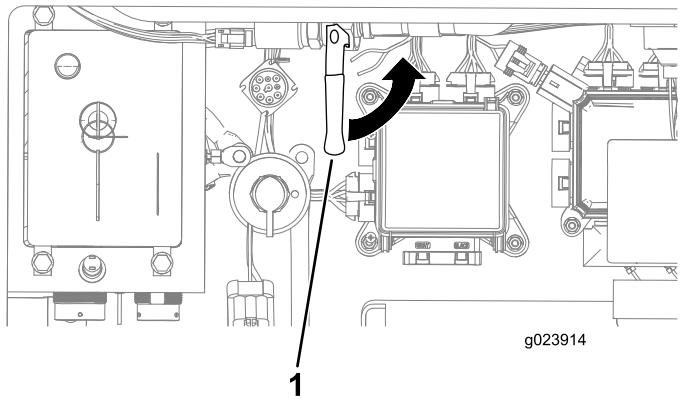

Figura 130
A. Abra la válvula de anticongelante, dentro del compartimiento trasero (Figura 130).
6. Cierre la válvula de anticongelante (Figura 130).